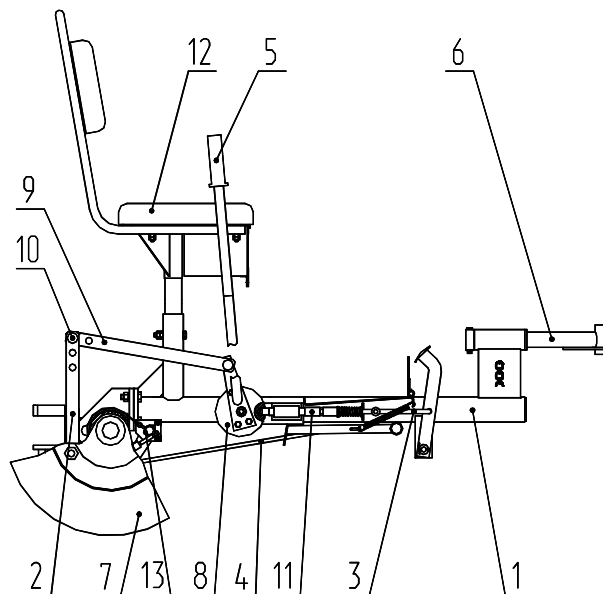

Рис. 2 – Адаптер 2, зібраний для роботи навісними і причіпними знаряддями (робоче положення), адаптер 3
1.3.2 Адаптер 2 в робочому положенні (адаптер 3) складається з передньої рами, на яку встановлюється ручка і диск, кронштейн-зчіпка і колеса, див. рисунок 2.